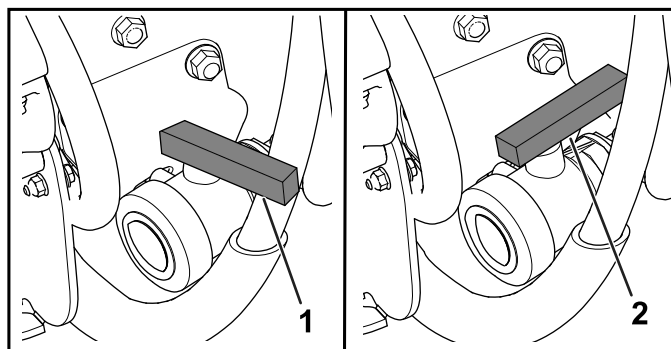

Figure 93
3. Ouvrez le robinet pour vidanger tout le produit inutilisé qui reste dans la cuve (**Figure 93**).
4. Fermez le robinet de vidange (**Figure 93**).